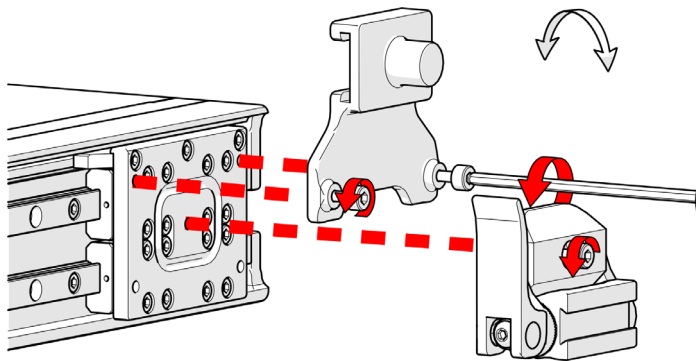

Abbildung 2-47 Entfernen von Schwenknase und Wagenhalterung
5. Lösen Sie die einzelne Schraube der Schwenknase mit dem mitgelieferten 3-mm-Sechskantschlüssel und entfernen Sie die beiden Schrauben der Wagenhalterung (siehe Abbildung 2-47 auf Seite 80).